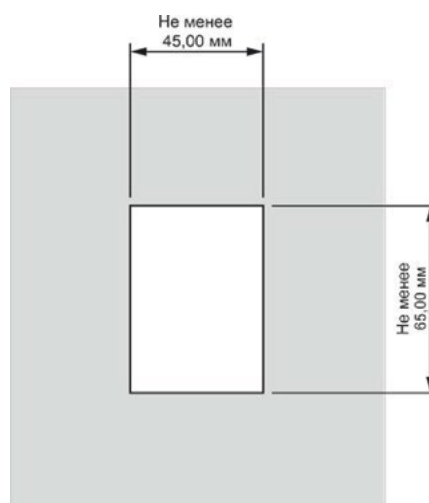

Рис.18
1. Выбрать удобное место установки панели на поверхности. Разметить место установки при помощи шаблона из комплекта (см. рис.18).
3. Инструментом выбрать прямоугольное отверстие в материале (см. рис.18).